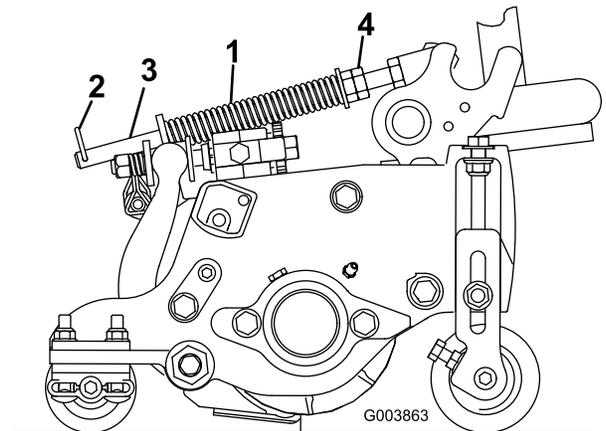

図 90
ターフ補正スプリングは、カッピングユニットの前から後ろへの「体重移動」を行う働きがあります 図 90。これにより、マーセリングやポビングと呼ばれる「波打ったような」仕上がりを防いでいます。
1. スプリングロッドの後穴にヘアピンコッターを忘れずに取り付けてください 図 90。
2. 7" カッピングユニットの場合、スプリングの圧縮長が 15.9 cm になるまで、スプリングロッドの前端にある六角ナットを締める (図 90)。